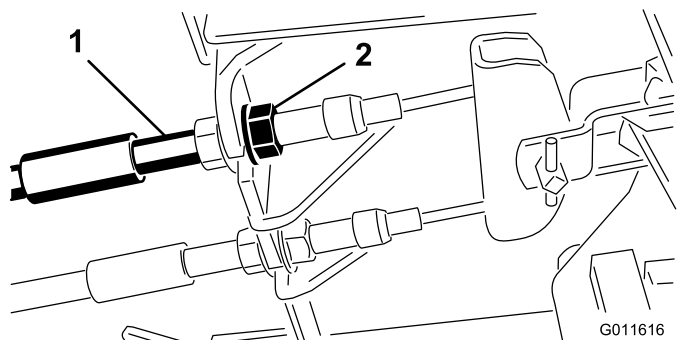

Figura 65
1. Para reduzir a folga dos pedais dos travões, aperte os travões desapertando a porca dianteira que se encontra na extremidade rosca do cabo dos travões (Figura 65).